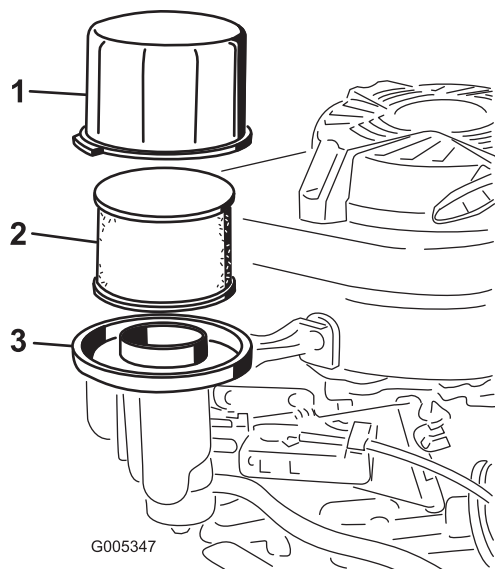

Figure 21
3. Déposez le couvercle et nettoyez-le soigneusement (Figure 21).
4. Retirez le préfiltre en mousse et l'élément filtrant en papier de la base du filtre à air (Figure 21)